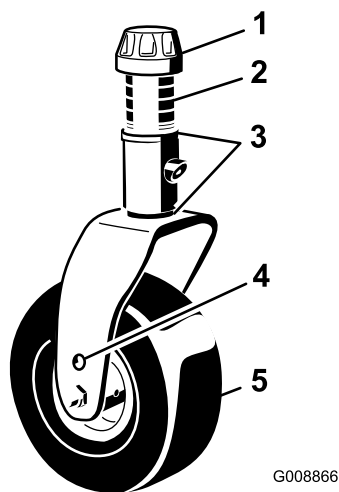

図 2
1. スピンドル・シャフトからテンショニング・キャップを取り、スペーサとスラスト・ワッシャを抜き出す（図 2）。
2. 希望する刈高に合わせてキャスト・スピンドルにスペーサを通す；図 7と図 8を参照。スピンドルにスラスト・ワッシャを通し、キャストをキャスト・アームに通す。もう一枚のスラスト・ワッシャと残りのスペーサをスピンドルに通し、テンショニング・キャップで固定する（図 2）。